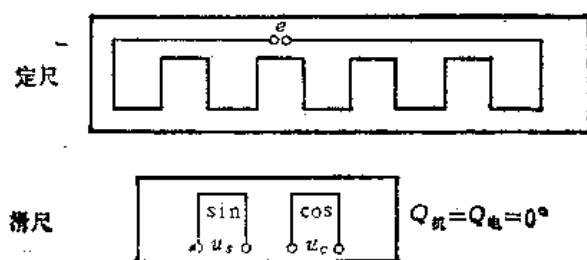

图22-3-9 周期为“0”时两尺尺位及输入输出信号图
(3) “周期 0” 定位原则 “周期 0” 时两尺的尺位和输入输出信号如图 22-3-9 所示。